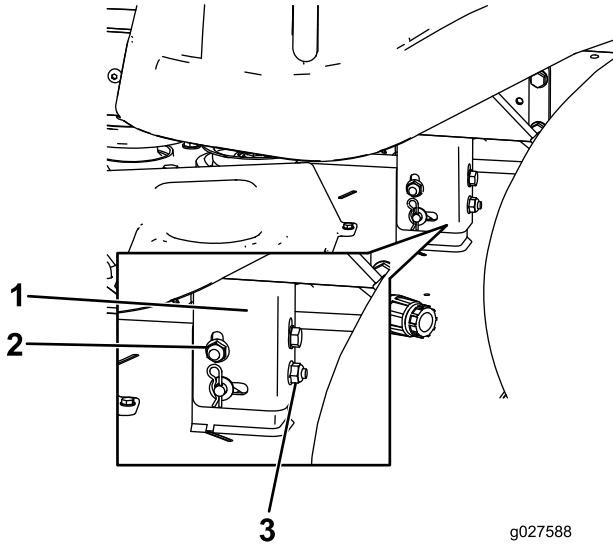

Figure 52
8. Élevez ou abaissez le côté gauche du tablier de coupe en tournant l'écrou de blocage arrière. (Figure 52).